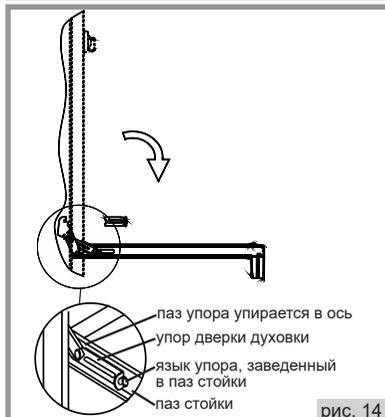

рис. 14
1. Откинуть дверцу в горизонтальное положение. Ввести в пазы, предусмотренные слева и справа в стойках дверцы, два технологических упора (рис. 14);